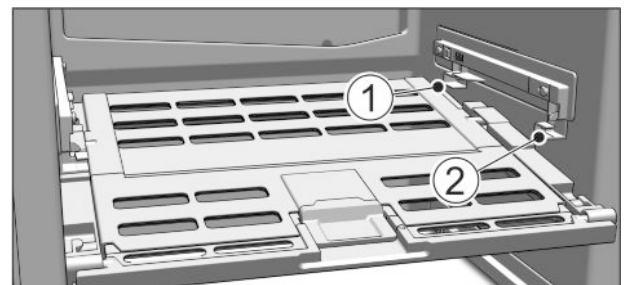

Fig. 51
- Установка крышки отделения с функцией для хранения овощей и фруктов Fruit & Vegetable-Safe: Вставить поперечные ребра крышки через низ в задний держатель Fig. 51 (1) и защелкнуть спереди на держателе Fig. 51 (2).